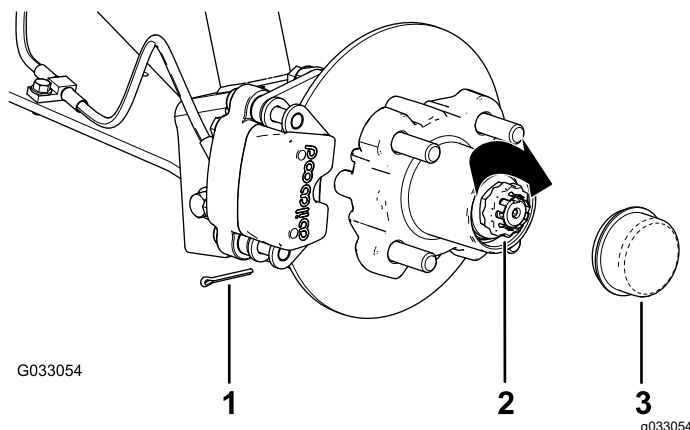

Figura 28
retenedor y el orificio de la chaveta de la mangueta (Figura 28).
9. Instale la chaveta y doble las patas alrededor del retenedor (Figura 28).
10. Instale el tapón guardapolvo sobre el cubo (Figura 28).